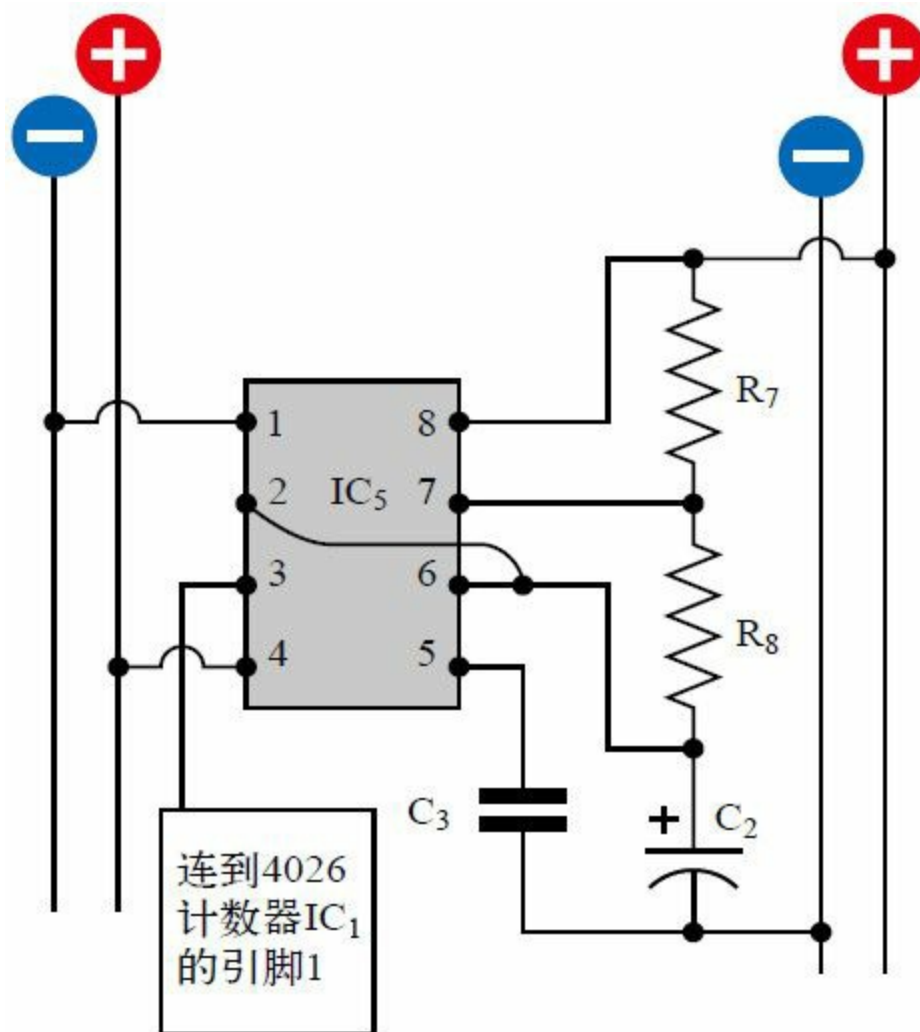

图4-38 一个基本的不稳电路，用于驱动前一个电路原理图中的十进制计数器。其输出大约是每秒4个脉冲。有关元件参数如下。
**555**定时器是驱动计数器芯片的理想选择。你已经知道如何连接**555**，以使其产生一串脉冲，通过扬声器来发出噪音。我使用当前实验项目中的正负供电电源配置，重建了跟以前同样的**555**电路的简化形式，如图4-38所示。此外，我也以你最可能采用的方式，即通过芯片的上方空间走线，在引脚2和引脚6之间绘出了一个连接。